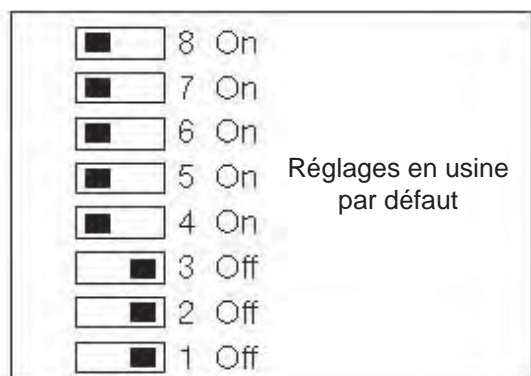

Fig. 3
1. Le pont entre B1 et B2 est obligatoire. Sans pont, le servomoteur restera dans sa position de sécurité sélectionnée par le switch 6 (voir Fig. 3, page 14). Le pont peut être remplacé par un contact externe pour imposer une position forcée à distance, si requis.